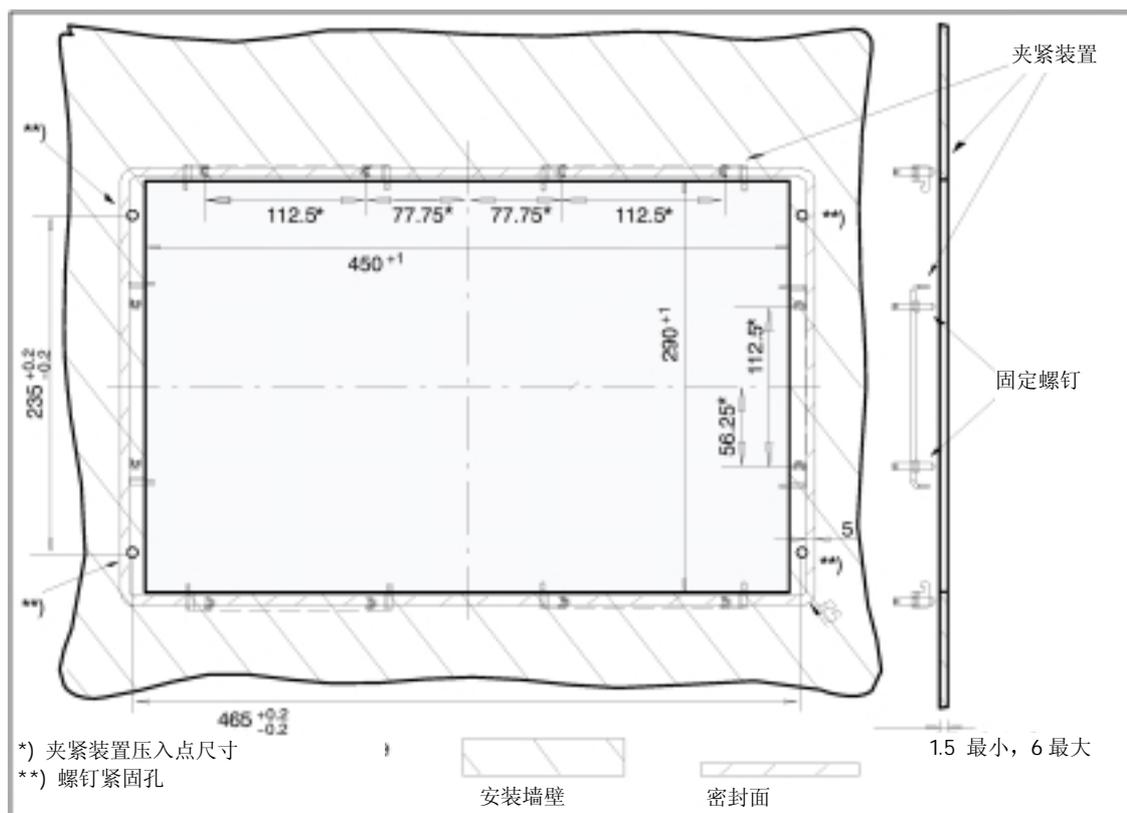

图 5-6 OP010 操作面板的尺寸图
表 5-2 安装孔尺寸（参见图 5-6）
2. 从后面通过 6 个紧固装置把前面板固定在面板方框中（参见图 5-6），紧固固定螺钉（扭矩 0.4-0.5Nm）。